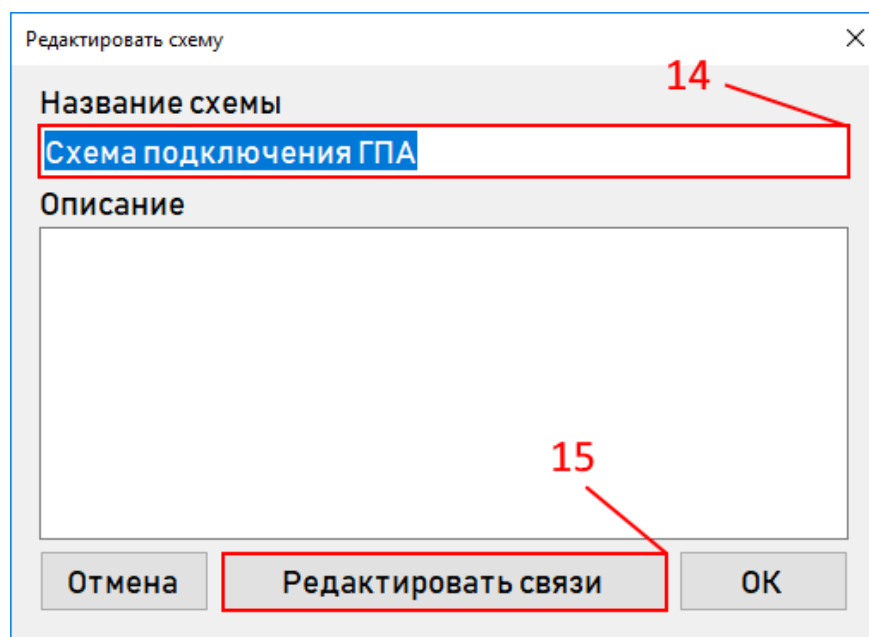
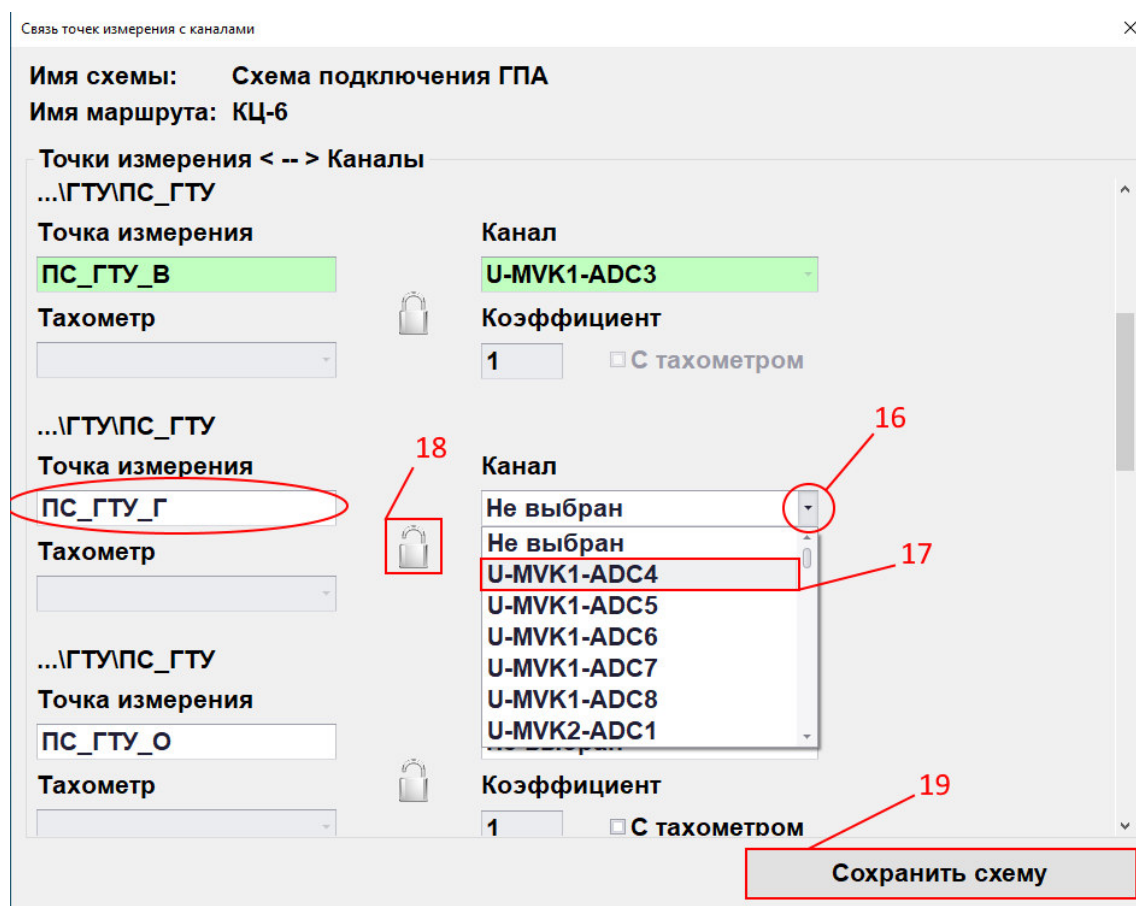

Рисунок 3.8.10
Рисунок 3.8.11
- в открывшемся окне «Редактировать схему» в поле «Название схемы» задать новое имя (см. Рисунок 3.8.10, поз. 14);
- нажатием кнопки «Редактировать связи» (см. Рисунок 3.8.10, поз. 15) открыть окно «Связь точек измерения с каналами» (см. Рисунок 3.8.11);
каналами» из выпадающего меню «Канал» (см. Рисунок 3.8.11, поз. 16), расположенного напротив каждой точки измерения, выбрать требуемый канал модуля МВК (см. Рисунок 3.8.11, поз. 17) и нажатием кнопки  (см. Рисунок 3.8.11, поз. 18) произвести привязку логической и физической точек измерения (при этом выбранный канал будет удалён из списка доступных каналов);
1. После привязки каналов поле «Точка измерения» и «Канал» окрашивается в зелёный цвет (см. Рисунок 3.8.11);
- для сохранения схемы необходимо нажать кнопку «Сохранить схему» (см. Рисунок 3.8.11, поз. 19);
- в открывшемся окне «Связь точек измерения с каналами» произвести подключение логических и физических точек измерения в порядке, описанном при редактировании схемы, (см. Рисунок 3.8.11);